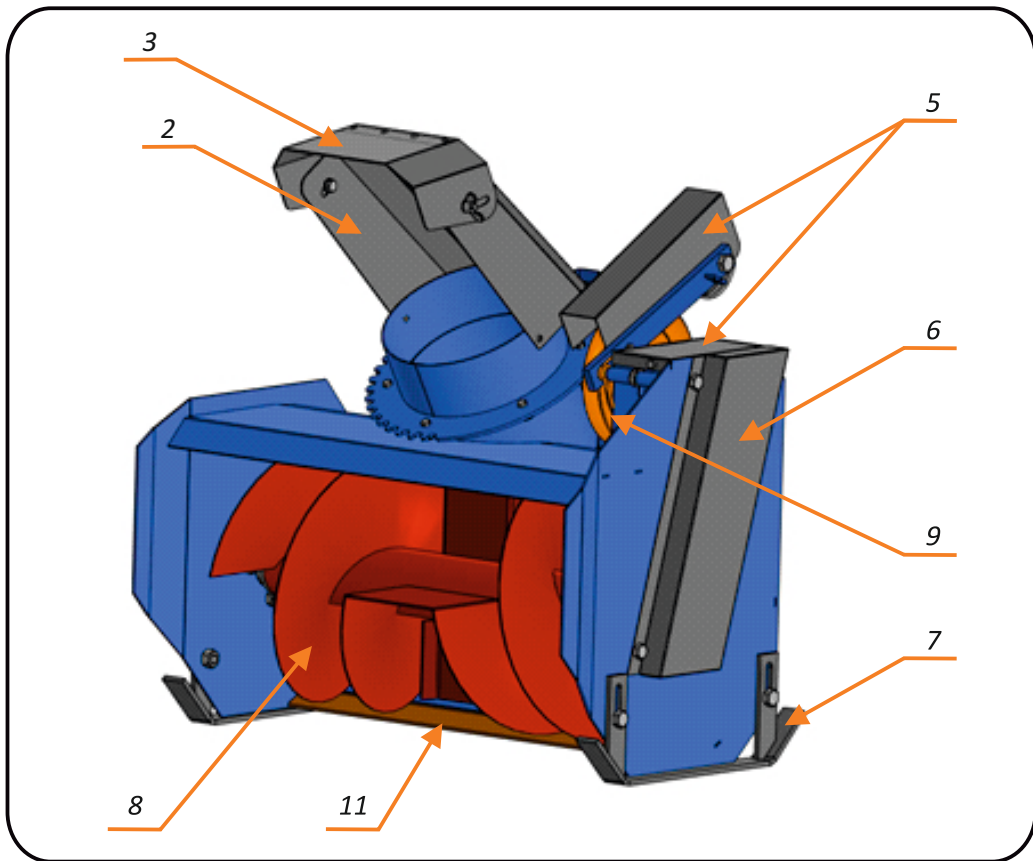

Рис.1 Снегоуборочная приставка к мотоблоку (общий вид)
- Установите дефлектор **Рис. 1 (3)** в рабочее положение.
- Зафиксируйте при помощи болта М8х20, шайб 8, шайб граверных 8 и гаек барашковых М8 (**Рис.1**)